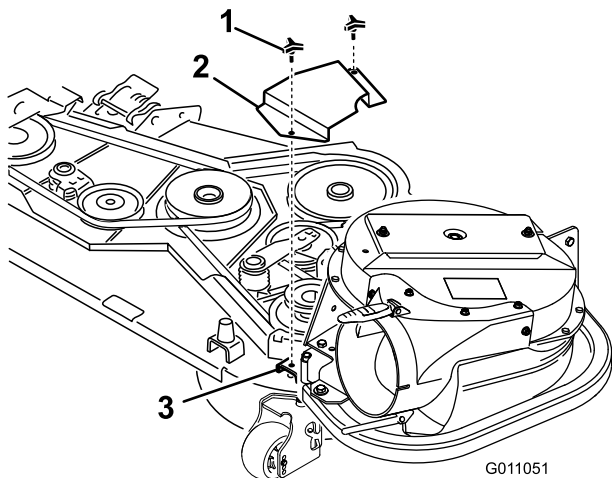

Figura 29
2. Installate il nuovo copricinghia in modo che le tacche sui due lati passino sopra i supporti del copricinghia e fissino il dispositivo di chiusura (Figura 29).